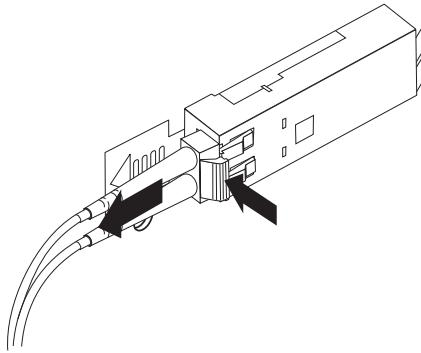

图 34. 卸下 LC-LC 光纤通道电缆
2. 在按下电缆拉杆的同时, 小心地拉出接口, 从 SFP 模块卸下电缆, 如图 34 中所示。